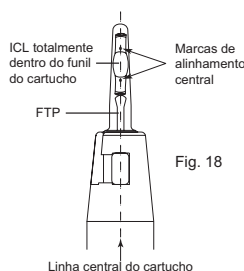

Fig. 18
- Inspecione a orientação da lente com recurso a um microscópio operatório. O funil transparente do cartucho permite a identificação das marcas centrais em cada um dos lados do ótico da lente. Estas marcas devem ser visíveis na posição das 12 horas e em alinhamento com o eixo do cartucho. (Se não existir alinhamento ou orientação adequada, a ICL ou a TICL pode estar torcida; deve ser injetada no tabuleiro do cartucho e o processo de carregamento deve ser repetido). (Fig. 18)